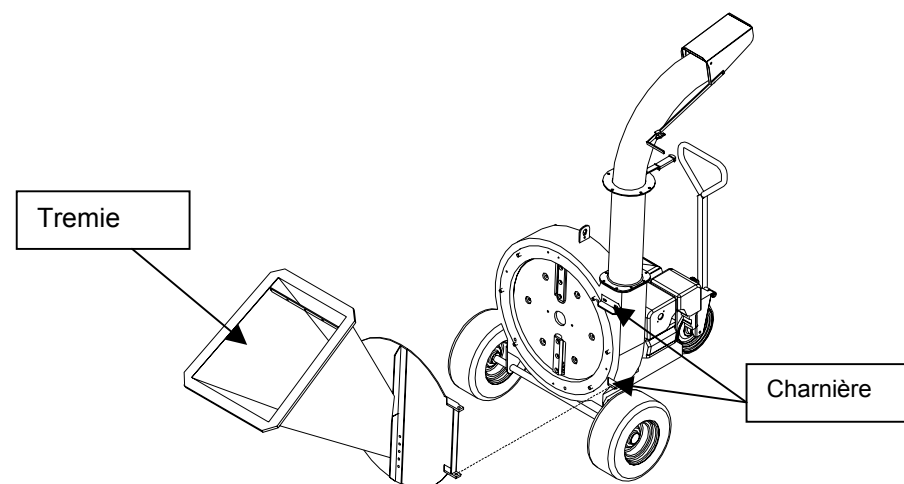

Fig. 5
- monter la trémie de chargement en vissant les vis de la charnière (fig. 5)